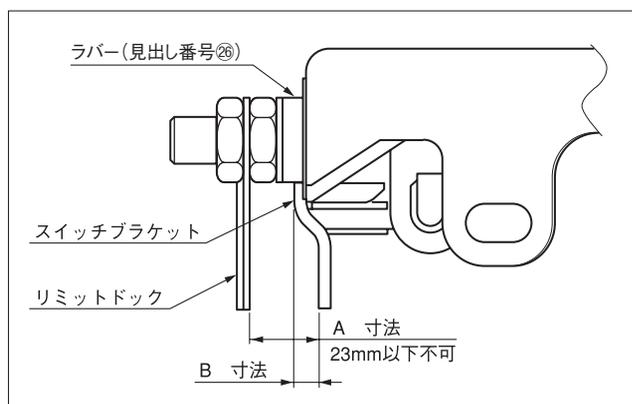
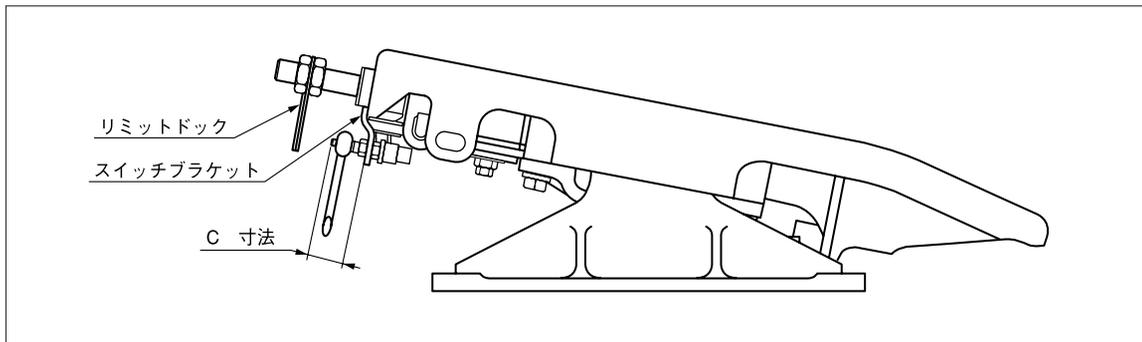

図 38 ジョーが閉じている状態
図 39 ジョーが開いている状態
- (3) 押し面の清掃後、スイッチブラケットとリミットドック間の A 寸法及び B 寸法を確認して下さい。A 寸法が 23mm 以下の場合にはスイッチ破損に繋がります。カプラ前縁のラバーが極度に劣化している場合は交換。もしくはリミットドックを修正して下さい。(図 38 参照)
ジョーを開いて、図39のC寸法を図38のA寸法に5~6mm足した寸法となるようにスイッチのナットを調整してスイッチをスイッチブラケットに組付けて下さい。
ジョーを開いて図 39 の C 寸法を計測して下さい。
ジョーを閉じて、図38のA寸法が図39のC寸法より5~6mm少なくなるようにリミットドックを修正して下さい。